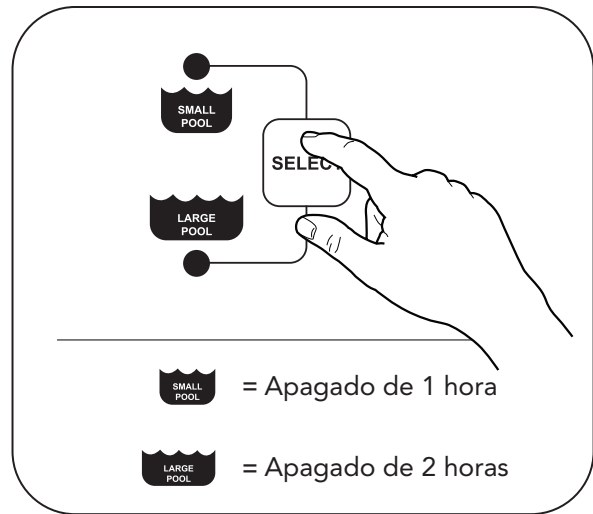

Figura 7. Seleccione el tamaño de la piscina y la duración
2. Presione el botón Select (Seleccionar) para elegir entre una piscina pequeña y una piscina grande. La duración de la limpieza para una piscina pequeña es 1 hora y para una piscina grande es de 2 horas (Figura 7).